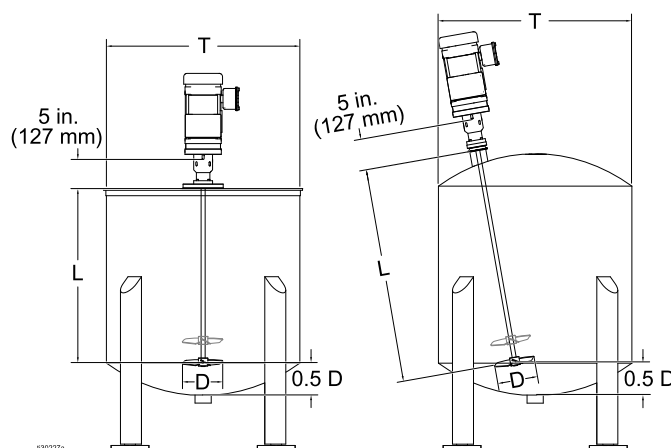

Figure 1 Измерение длины вала
*Рекомендуемый диаметр лопастей крыльчатки обычно определяется после измерения внутреннего диаметра бака, бочки или котла (размер «Т» на рис. 1) и его умножения на 0,35.
1. Определите расстояние от днища бака до точки, находящейся на высоте, равной 1/2 диаметра крыльчатки, от днища (т. е. 2, 4 или 6 дюймов) (см. размер «0.5 D» на рис. 1).
2. Измерьте расстояние от этой точки до монтажной поверхности (L) крышки.
3. Сложите значение, полученное в шаге 2 (L), со значением высоты подшипникового корпуса (127 мм/5 дюймов).